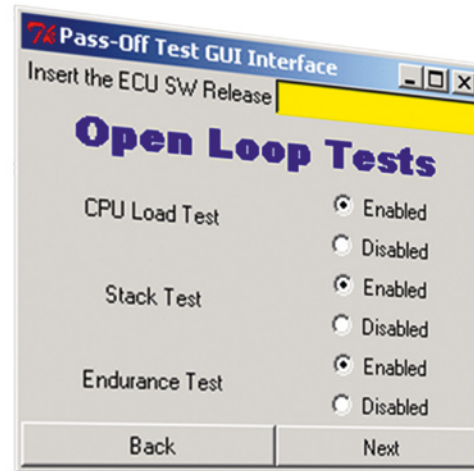

図 1: Python の Tkinter モジュールを使用して作成された GUI: これらのグラフィカルインターフェースは AutomationDesk プロジェクトの設定にも使用可能です。
- AutomationDesk では、プログラミング言語として Python を使用します。そのため、標準的な Python モジュールで開発された各種のカスタムスクリプトやライブラリを、自動化タスクに容易に統合することができます。DDS は、ControlDesk マクロやサードパーティー製 Python モジュール (Pylab や Matplotlib) および Tkinter ベースの GUI を組込んだ AutomationDesk プロジェクトをすでに導入済みです。図 1